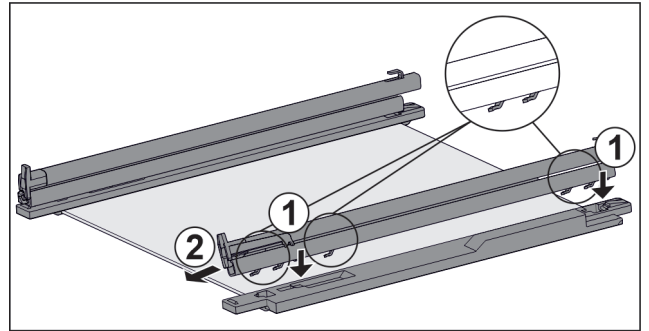

Fig. 133 Glasplatte mit Schienen und Halteteilen
- Haken der Schiene auf die Öffnungen des **linken** Halteteils setzen. Fig. 133 (1)
- Schiene nach vorne ziehen. Fig. 133 (2)
- Haken der Schiene auf die Öffnungen des **rechten** Halteteils setzen. Fig. 133 (1)